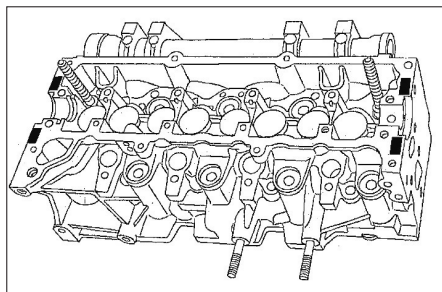

Fig. 78
- Appliquer sur le plan de joint supérieur de culasse au niveau des surfaces d'appui des chapeaux de paliers d'arbre à cames n° 1 et 6, quatre cordons de pâte d'étanchéité appropriée (par exemple Loctite 518 rouge) d'une largeur de 1 mm (Fig.78).